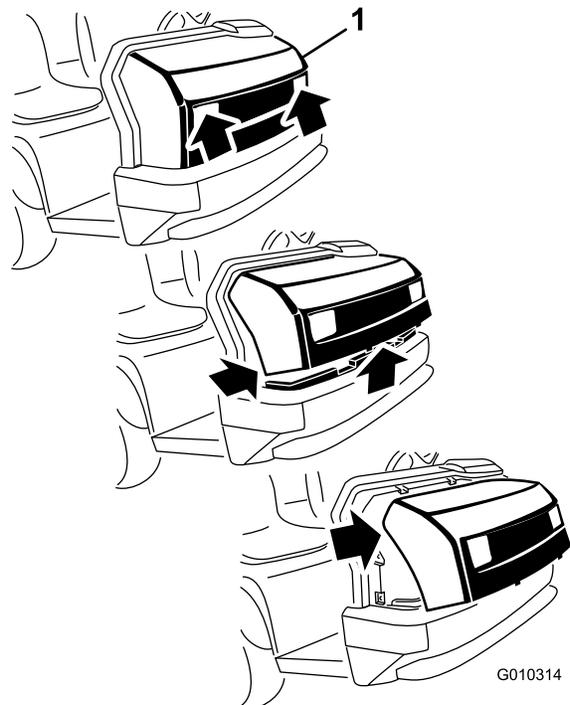

Figura 35
1. Segurando firmemente o capot pelas aberturas dos faróis, levante o capot para soltar as patilhas de montagem inferiores das ranhuras da estrutura (Figura 35).
2. Desloque a parte inferior do capot para cima até ser possível retirar as patilhas de montagem superiores das ranhuras da estrutura (Figura 35).
3. Desloque a parte superior do capot para a frente e desligue os conectores de fios dos faróis (Figura 35).